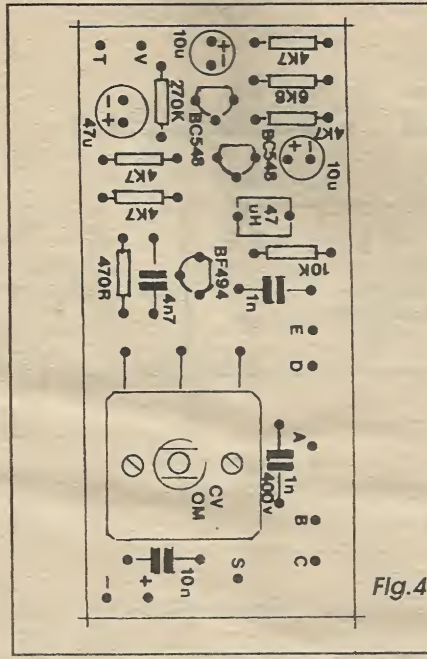

Fig. 4
- FIG. 4 - CHAPEADO DA MONTAGEM - Aqui em APE chamamos de *chapeado* à vista da face não cobreada da placa do impresso, já com a maioria dos componentes colocados, identificados pelos seus códigos, valores, polaridades, etc. Trata-se de uma norma de informação visual já mais do que aprovada por todos os leitores/hobbyistas, e que facilita muito a montagem (mesmo para os iniciantes...). Observar a orientação obrigatória dos componentes polarizados, como os transistores (cuja referência posicional é dada pelo seu lado *chato*...) e os capacitores eletrolíticos (polaridade dos terminais marcada sobre o próprio *corpo* dos componentes, além da referência da *perna positiva* ser a *mais longa*...). Atenção aos valores de resistores e capacitores, recorrendo eventualmente ao TABELÃO APE, se persistirem dúvidas quanto a tais interpretações... Quanto ao capacitor variável para O.M., seus três terminais deverão receber pequenos prolon-